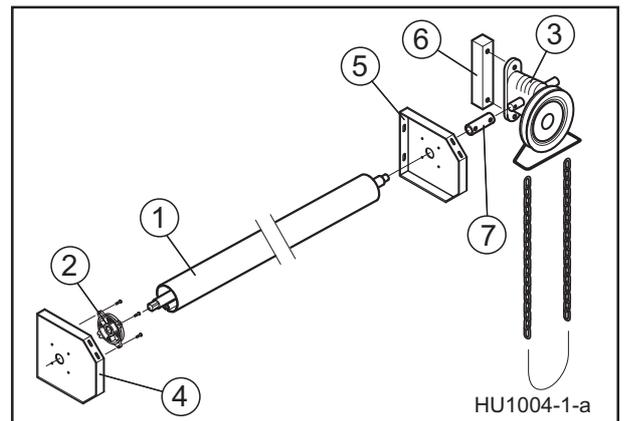

Abb. 7
Bei der Antriebsart HWA wird an der Antriebsseite der HWA mit 7 cm Distanz zum Baukörper montiert (beiliegende Distanzplatte) (6). Mit einer Stahlhülse (7) wird die Verbindung zwischen HWA und Adapter hergestellt (Abb. 7).